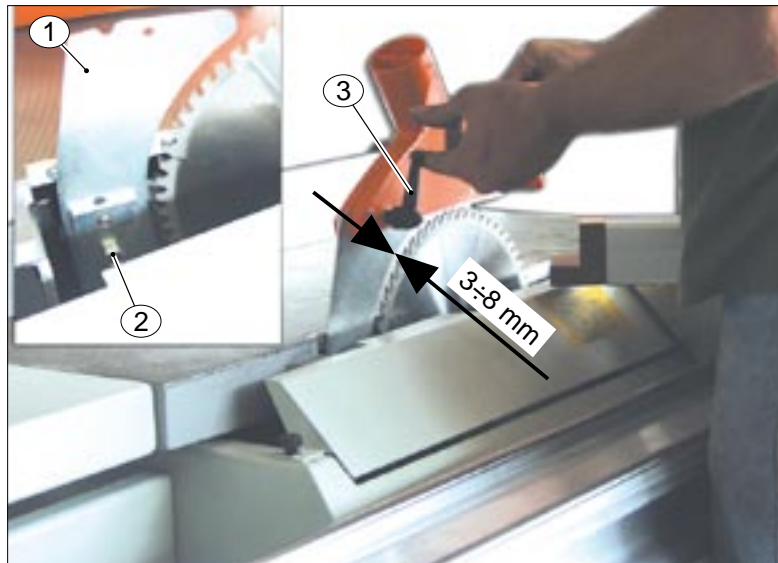

Fig. 5.7.4
5.7.4 MONTAGGIO E REGOLAZIONE COLTELLO DIVISORE FIG. 5.7.4